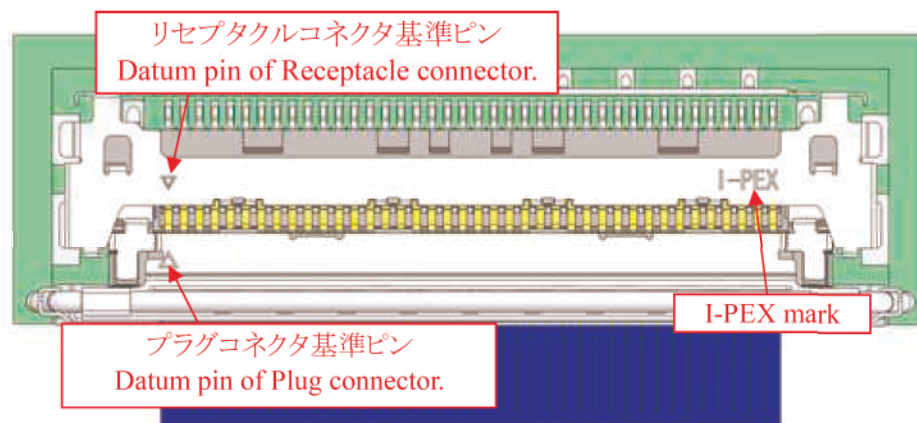

図 1 (Fig.1)
- ① 図 1 の様に、リセプタクルコネクタの基準ピンマークにプラグコネクタの基準ピンマークがくる様にセットする。
As shown in Fig.1, please set so that the datum pin mark of Plug connector and Receptacle connector are matched.